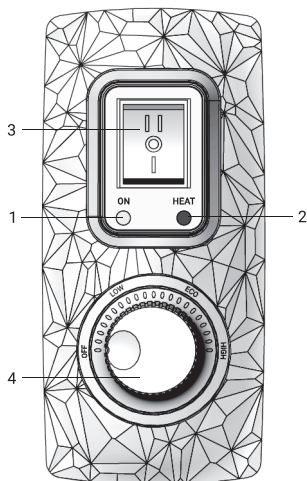

Рис. 6
Рис. 6а
Рис. 6б
| Индикация на дисплее отсутствует/ не горит индикатор on/off | Сработала защита УЗО | Протестируйте УЗО, нажав кнопку «test». В случае, если УЗО прошло тестирование, нажмите на кнопку (3) перезапуска. В случае, если тестирование не проходит, свяжитесь со специалистами по техническому обслуживанию для осуществления ремонта (см. рис. 6а, рис. 6б). |